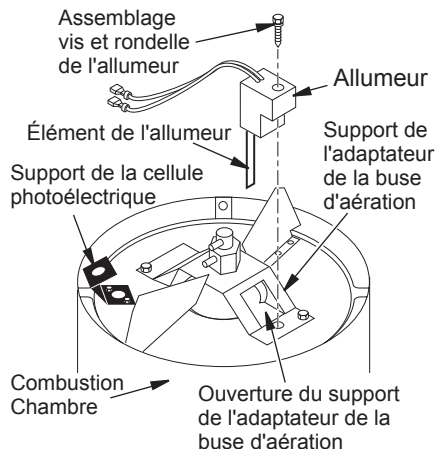

Figure 22 - Remplacement de l'allumeur
6. Retirez la chambre de combustion. Posez la chambre de combustion debout avec le support de l'adaptateur de la buse d'aération sur le dessus (voir figure 22).
11. Acheminez les fils d'allumage de nouveau vers le bas par le trou de l'habillage inférieur. Branchez les fils à l'assemblage de la commande d'allumage (voir figure 22).